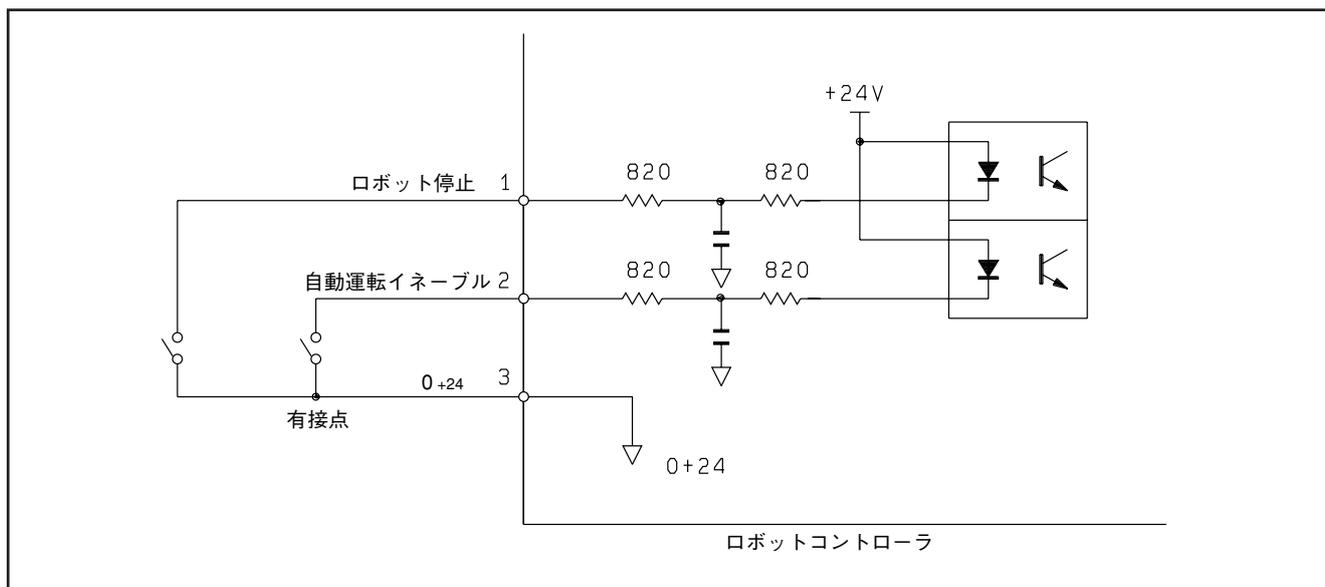

図 5-49 入力回路 (ロボット停止, 自動イネーブル)
- ⑦ 「ロボット停止」と「自動運転イネーブル」の信号については、必ず有接点のハード回路で構成してください。
- ⑧ これらの信号だけは、他の入力回路と異なり、図 5-49 のような回路構成で、電源はロボットコントローラからのものを使用します。